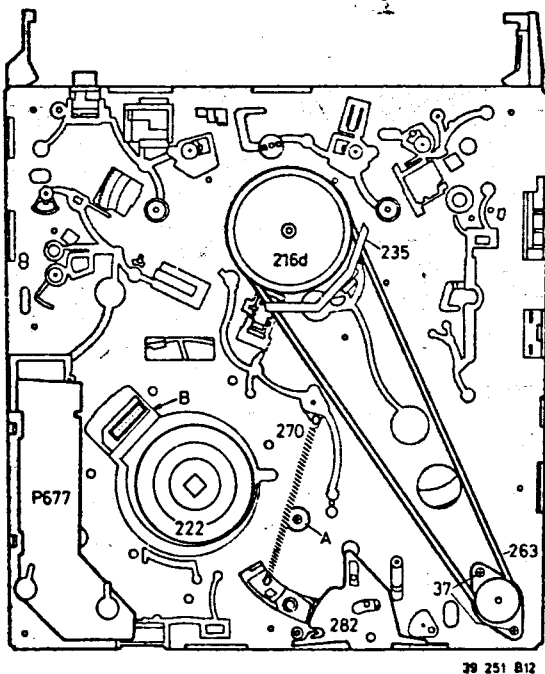

Fig. 3-1-7
- Von der Laufwerk-Unterseite läßt sich durch das Chassis und durch den Einfädelring hindurch Pos. A (Abb. 3-1-7) die Schraube Pos. 27 herausdrehen und den Kopf auswechseln.
- Durch das ovale Loch im Chassis hindurch die zwei Befestigungsschrauben 37 lösen (Abb. 3-1-7).
- Stecker abziehen (Unterseite) - Pos. B (Abb. 3-1-7)